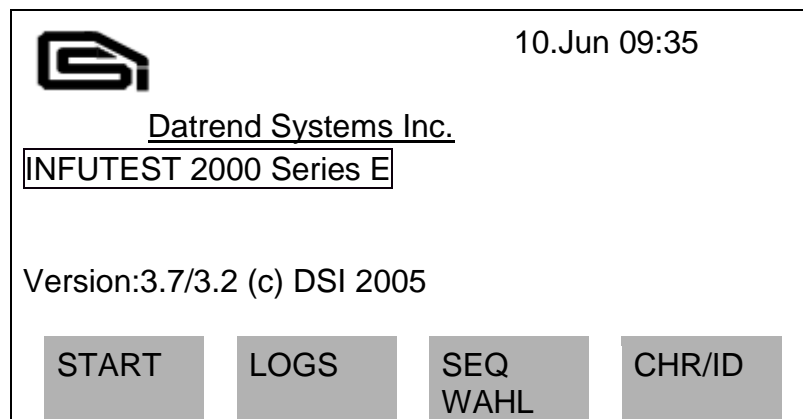

Abb. 4-1: Startanzeige nach bestandem Selbsttest
- d. Nach bestandem Selbsttest erscheint die in Abb. 4-1 gezeigte Anzeige. Die abgebildete Beschriftung über jeder Taste der Vorderseite entspricht ihrer Funktion für die gegenwärtig betrachtete Anzeige.
- e. Bei den meisten Menüs und Anzeigen erscheint eine Echtzeituhr in der oberen, rechten Ecke des LCD's, wie in Abb. 4-1 dargestellt. Die Uhr hat ein 24-Stundenformat und kann so angezeigt werden: